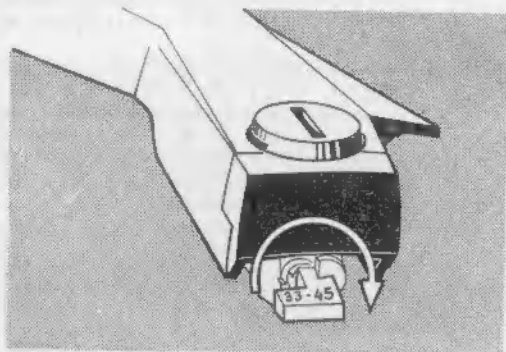

Fig. 10
**Drehzahl** bei leichtem Druck auf den Umstellknopf (5) einstellen.
**Tonabnehmersystem** auf entsprechende Plattenart schalten (Fig. 10).
Placer le bouton de la cellule de pick-up sur le type de disque employé (fig. 10). Chaque disque porte sur son étiquette une mention indiquant le type de sillon: **N**, **M** ou **Ⓢ** et la vitesse de rotation: 16, 33, 45 ou 78 tr/min.
**Célula del fonocaptor:** regúlese en la posición correspondiente al tipo de discos a reproducir (fig. 10).